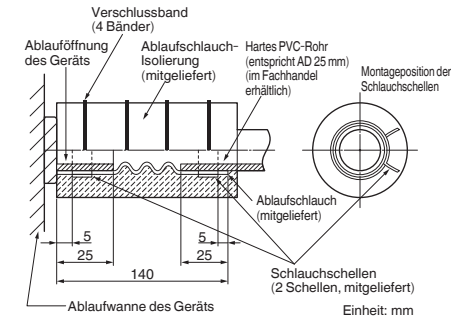

Abb. 3-33
• So anbringen, dass sich der Schlauchbinderverschluss auf der Seite der Ablauföffnung befindet. (Abb. 3-33)